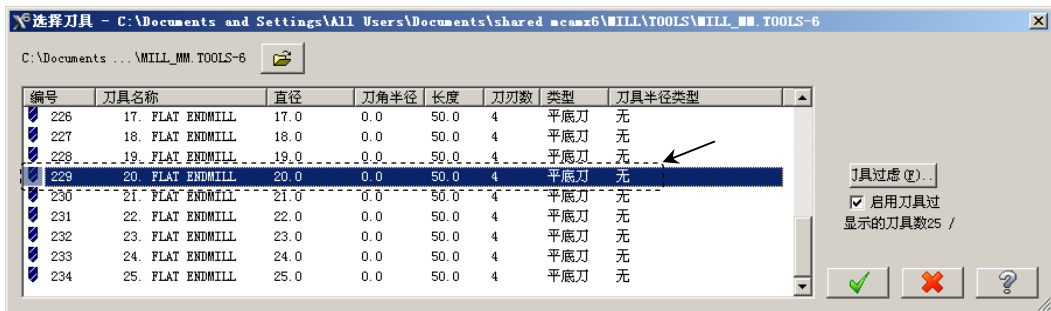

图 22.6 “选择刀具”对话框
Step5. 选择刀具。在“2D 刀具路径-平面铣削”对话框中单击 **选择刀库** 按钮,系统弹出“选择刀具”对话框,在该对话框的列表框中选择图 22.6 所示的刀具。单击 **✓** 按钮,关闭“选择刀具”对话框,系统返回至“2D 刀具路径-平面铣削”对话框。